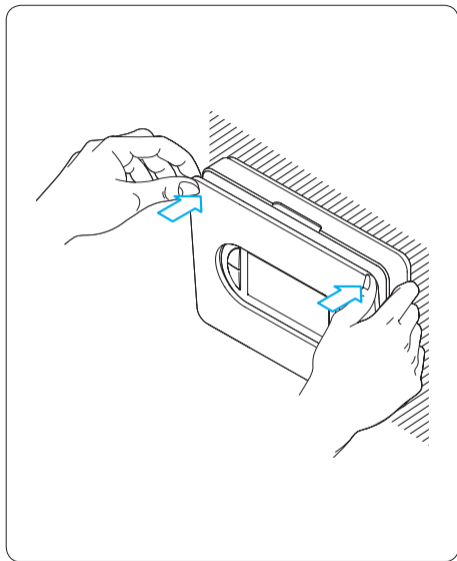

Fig. 90
24.2- Inserire il nuovo sportello agendo come indicato in figura 89 e chiuderlo in modo corretto (fig. 90).